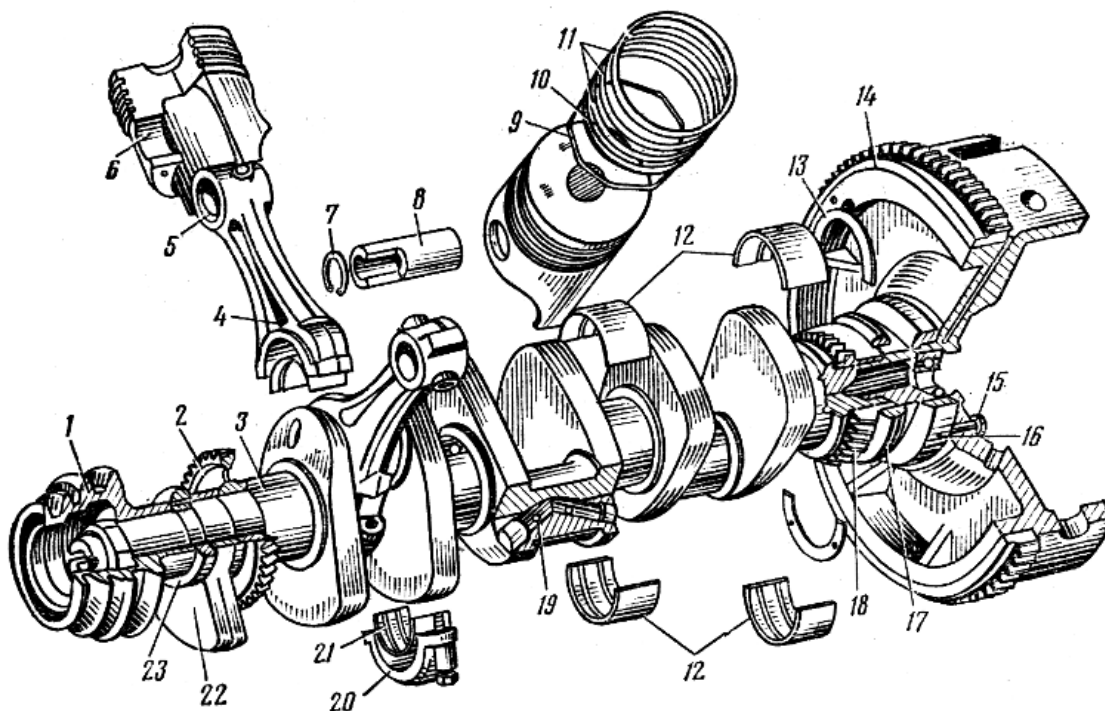

Рисунок 4 - Кривошипно-шатунный механизм двигателя СМД-62:
3. Рассмотрите устройство поршня 6 (рисунок 4). Подумайте, зачем нужны вырезки в направляющей части поршня. Запомните: зазор между направляющей частью поршня и гильзой цилиндра в холодном двигателе 0,22...0,26 мм. Для обеспечения такого зазора поршни по диаметру юбки сортируют на две размерные группы, обозначаемые, соответственно, буквами Б и М на днище поршня. При сборке двигателя группа поршня должна соответствовать группе гильзы.